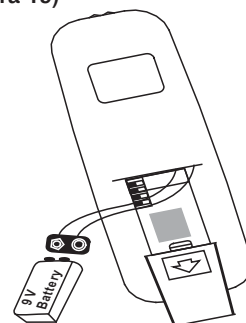

Figura 19
- Quita la cubierta de la batería del control remoto (G). Instala la batería de 9 V (J) (incluida). Coloca de nuevo la cubierta. (Figura 19)